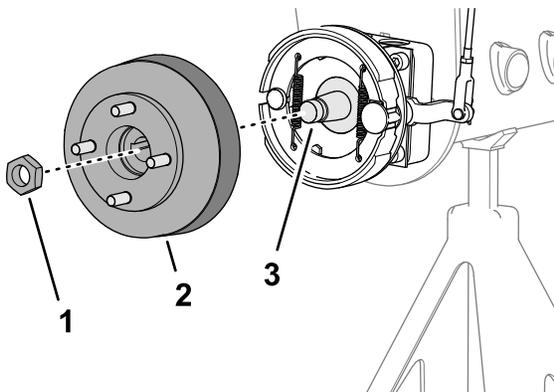
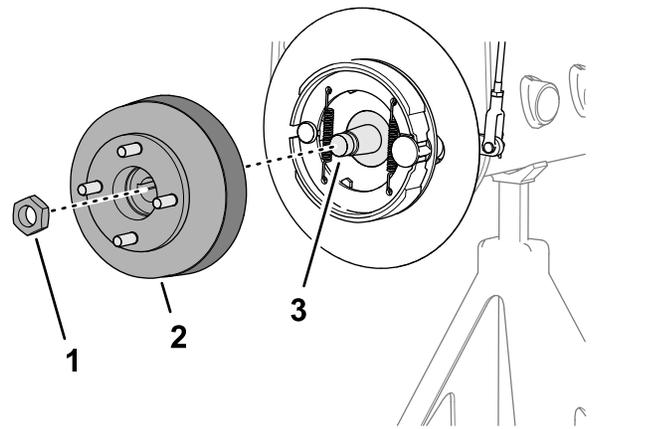

Figura 77
Figura 78
- Retire la contratuerca que sujeta el cubo al eje del motor de la rueda (Figura 77 o Figura 78).
- Utilice el extractor de cubos de rueda especificado para retirar el cubo de la rueda y el tambor de freno del eje del motor de la rueda (Figura 77 o Figura 78).